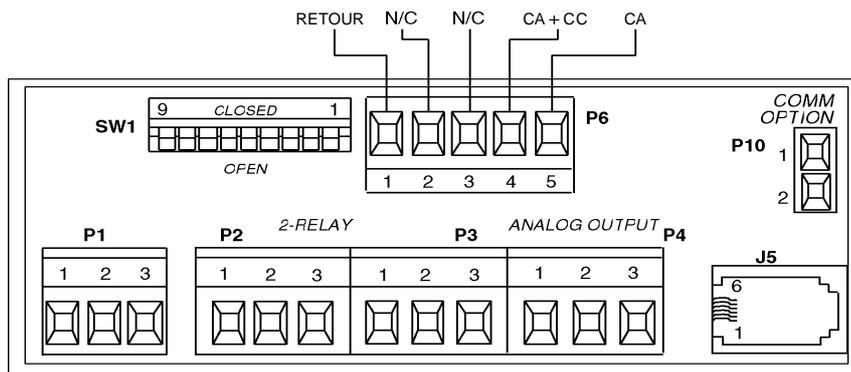

Figure 1.3. - Connecteur P6 pour utilisation en Voltmètre
1. Repérer le connecteur P6 à l'arrière de l'appareil. (voir Figures 1.3 à 1.4)